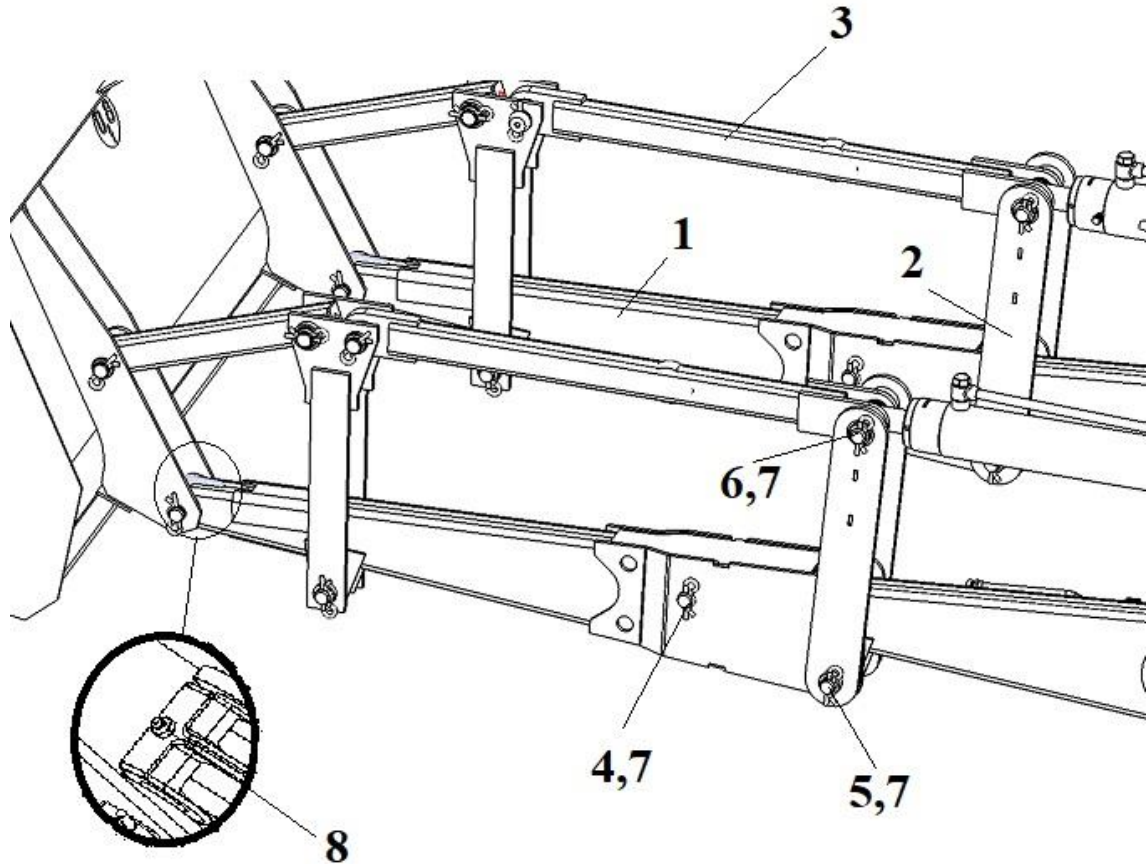

Рис. 1
2. Соединяем стрелы удлинителя со стрелой трактора пальцами 4, далее с помощью пальцев 5,6 соединяем кронштейн 2 и тягу 3 с гидроцилиндром поворота рабочих органов см. (рис. 1).
3. К свободным концам тяг 3 и стрел 1 подсоединяем демонтированные кронштейны трактора и ковш см. (рис. 1).